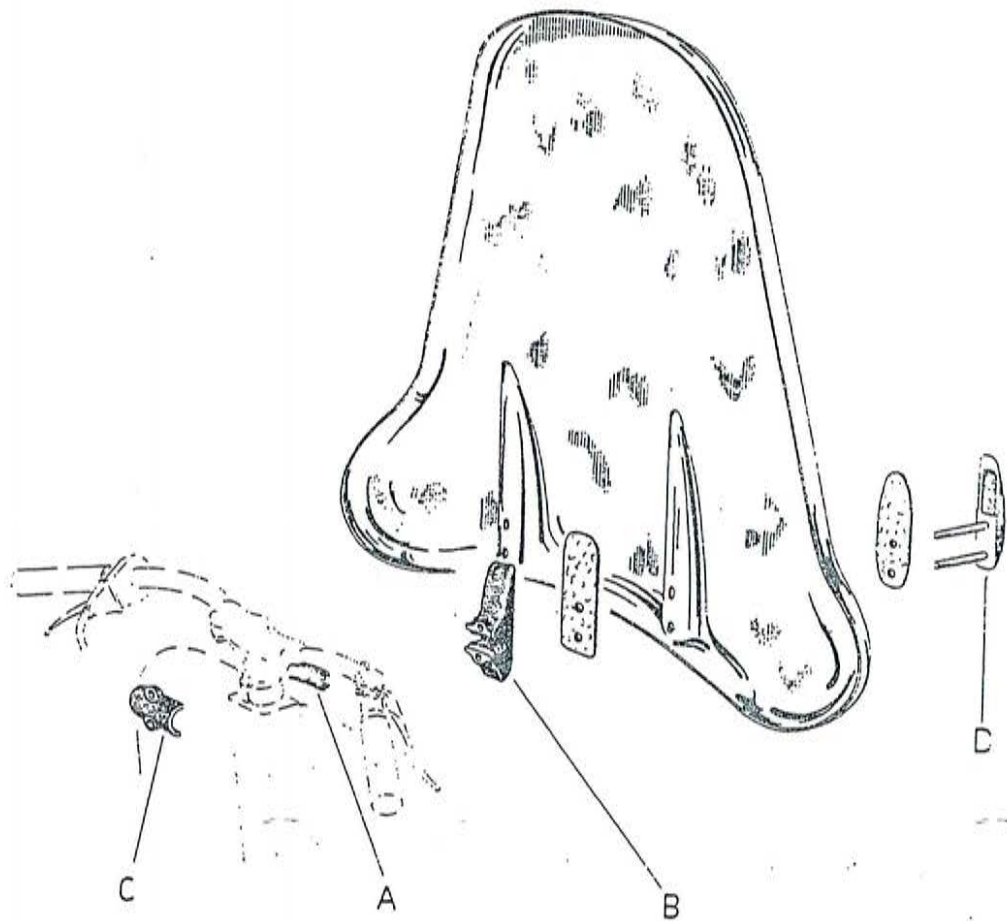

Fig. 84 - Montaggio parabrezza
3. - Tenere il parabrezza sospeso all'incirca nella posizione che assumerà definitivamente sul manubrio (vedere fig. 84).